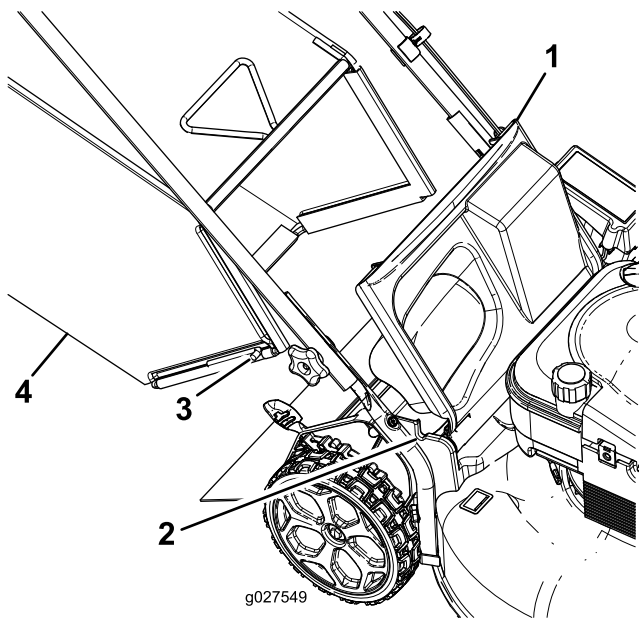

Figura 19
1. Levantar o defletor traseiro (Figura 19).
- Insira as extremidades da barra do saco de relva nos entalhes dos suportes do manipulador (Figura 19).
- Levantar o defletor traseiro (Figura 19).